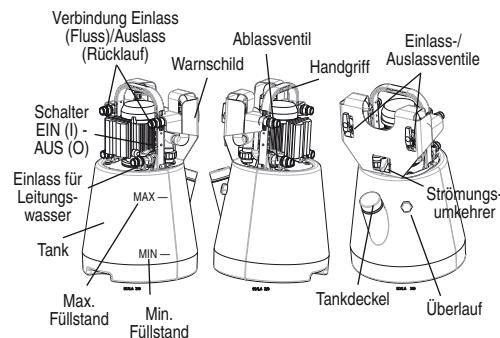

Abbildung 1 - RIDGID Entkalkungspumpe DP-24
- Warnschild vorhanden und lesbar (siehe Abbildung. 1).
3. Öffnen Sie den Tankdeckel und befüllen Sie den Tank mit Entkalkungslösung, um sicherzustellen, dass das Pumpenrotorgehäuse während des Vorgangs eingetaucht ist. Befüllen Sie den Tank nicht über die Max.-Markierung hinaus; *siehe Abbildung 1*.